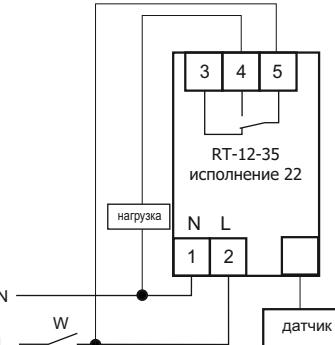
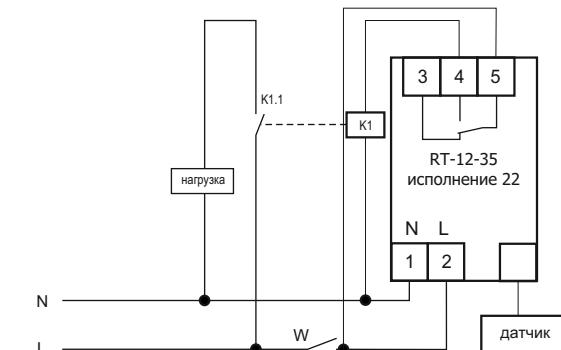

Рис. 2. Схема подключения при нагрузке до 5,0кВт
Рис. 3. Схема подключения при нагрузке более 5,0кВт.
7.2. Подключить нагрузку к изделию (см. рис.2 или рис.3). Для этого используйте одножильный или многожильный провод с двойной или усиленной изоляцией сечением, соответствующим мощности нагрузки. Переменное **фазное** напряжение подается на контакты **1, 2 и 5**. Напряжение может подаваться через выключатель **W** или напрямую.